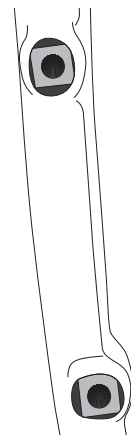
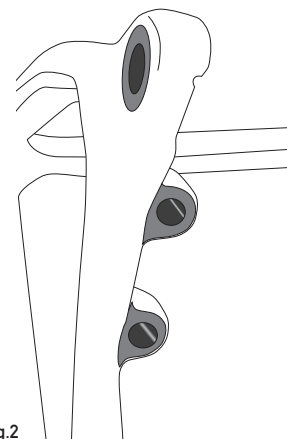

Fig.1
Fig.2
**ATTENTION. NOTE POUR LES MÉCANICIENS SPÉCIALISÉS :** Afin d'éviter le montage des étriers en position incorrecte par rapport aux disques ou l'inclinaison après l'utilisation, éliminer sur chaque cadre toute trace de peinture ou aspérité sur les surfaces où les étriers seront installés, c'est-à-dire sur la fourche avant (Fig. 1) et à proximité des trous sur les bases gauche. Éliminer également les éventuelles traces de peinture ou aspérité sur les surfaces inférieures des trous sur les bases (Fig. 2), où s'appuient les vis de blocage de l'étrier arrière. Un étrier monté de manière incorrecte ne peut pas être centré par rapport au disque, ce qui entraîne le contact du disque avec les plaquettes et cause des problèmes de fonctionnement.